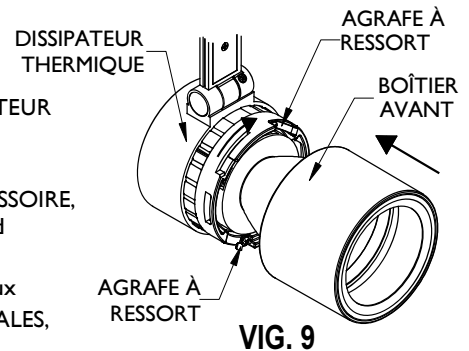

FIG. 9
3. Replacer le BOÎTIER AVANT en alignant les languettes à baïonnette avec les fentes ouvertes sur le DISSIPATEUR THERMIQUE, le pousser fermement dans le DISSIPATEUR THERMIQUE et le tourner en sens horaire jusqu'à ce que les agrafes à ressort soient complètement engagées. (FIG. 9)